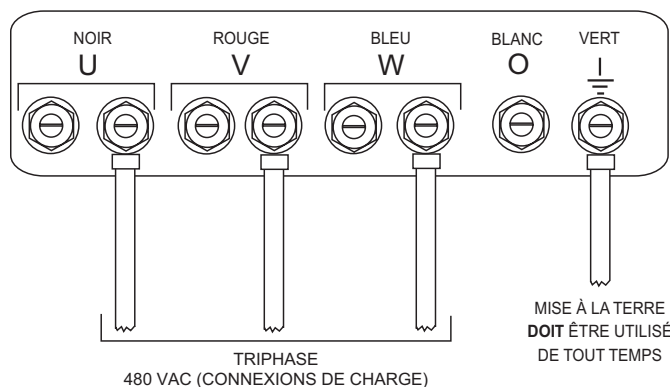

Figure 22. Cosses UVWO Connexions triphasées 480 volts
2. Connectez les fils de charge aux bornes UVWO comme indiqué sur la Figure 22.